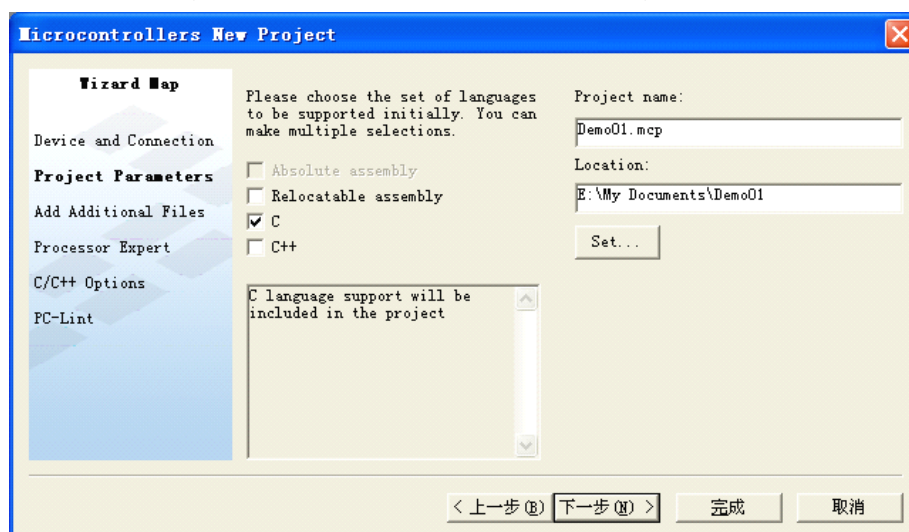

图 1-4 工程名称、存放路径、开发语言设置界面
3、点击下一步进入工程名称、存放路径、开发语言设置界面，输入工程名称、指定工程存放路径、选择相应的开发语言（可多选），如图 1-4 所示。图中工程名称为“Demo01.mcp”，存放路径在“E:\My Documents”，选择的开发语言为 C，当然你也可以根据需要进行选择“绝对汇编（Absolute assembly）、重定位汇编（Relocatable assembly）或 C++”作为开发语言。